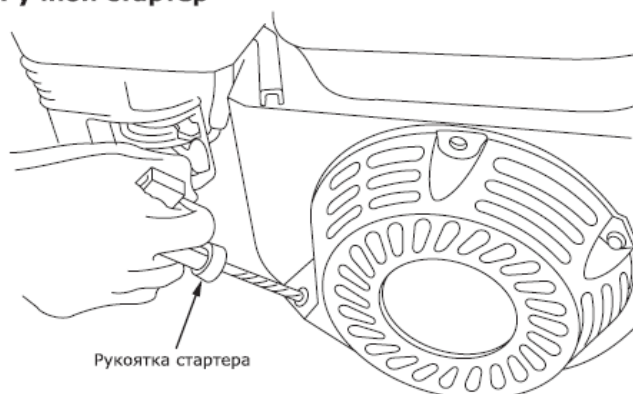

Рис. 12 – Ручной стартер
- Запустите двигатель. Будьте внимательны! При вытягивании шнура стартера шнур может создавать отдачу. Возьмитесь за ручку шнура стартера. Медленно потяните шнур до возникновения сопротивления со стороны двигателя. Не допуская возврата ручки обратно потяните ручку ручного стартера более резко, но не вытягивая шнур на всю длину. Медленно (с натягом шнура) верните ручку в начальное положение (рис. 12).